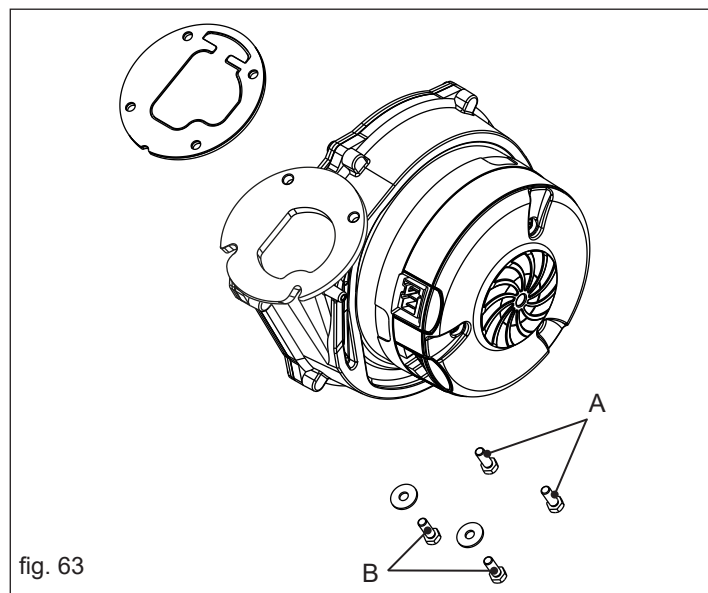

fig. 63
- Attention au positionnement du clapet (fig. 63).